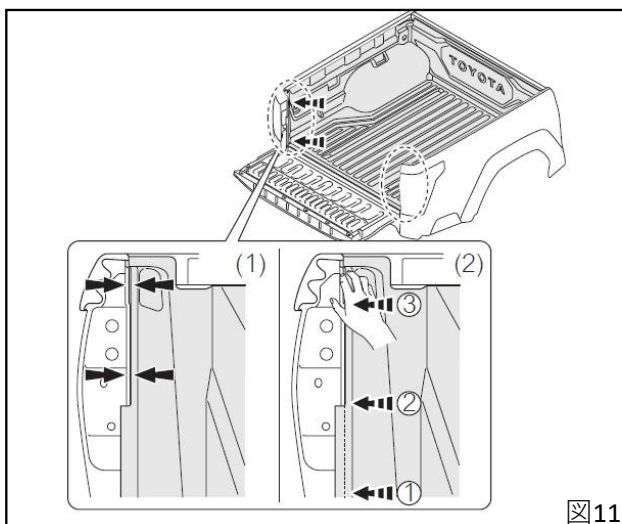

図11
4. 図11の①～③の順番に押し上げ、パネルとベッドライナーを密着させる。